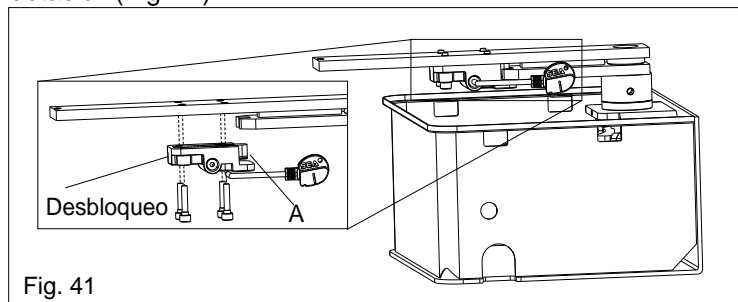

Fig. 41
13.1. Engrasar el perno de enganche (A) y montar el sistema de desbloqueo debajo el conjunto hoja utilizando los 4 tornillos en dotación (Fig. 41).